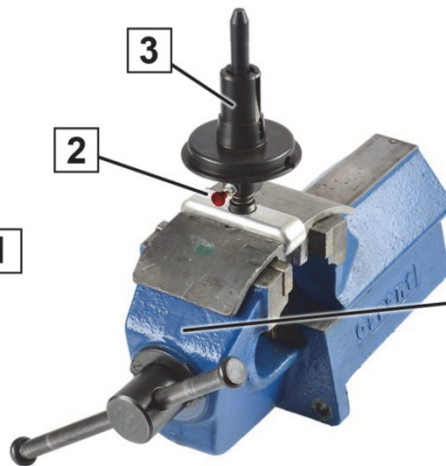

Fig. 2: Serrare l'attrezzo speciale
2. Serrare (fig. 2) l'attrezzo speciale (3) nella morsa (5).